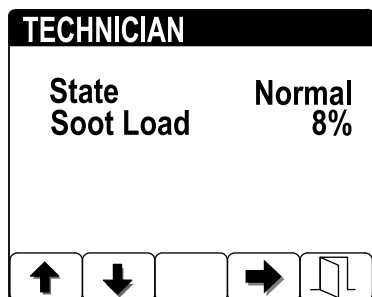

Figura 38
- Veja a carga de fuligem que é medida como percentagem de fuligem no DPF (Figura 38); consulte a tabela de carga de fuligem.